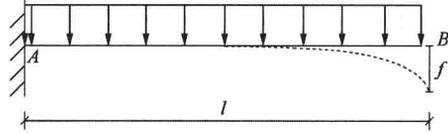

图 1A411010 - 4
11. 有一悬臂梁, 受力如图 1A411010 - 4 所示, $q = 1\text{kN/m}$, $EI = 2 \times 10^{11} \text{N} \cdot \text{mm}^2$, $l = 2\text{m}$, 则梁端 B 的最大位移 f 是() mm。